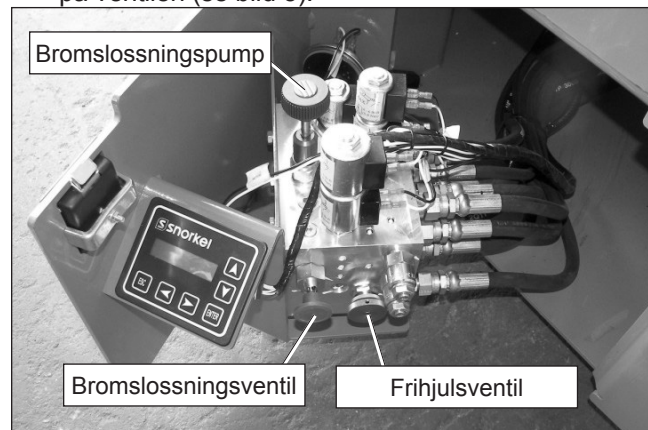

Bild 5 – Fack för hydraulsystem
1. Lås upp och fäll ut styrventilsfacket på maskinens högersida. Bromslossningsventilen och frihjulsventilen sitter på sidan av det hydrauliska ventilblocket. Bromslossningspumpen sitter upptill på ventilen (se bild 5).